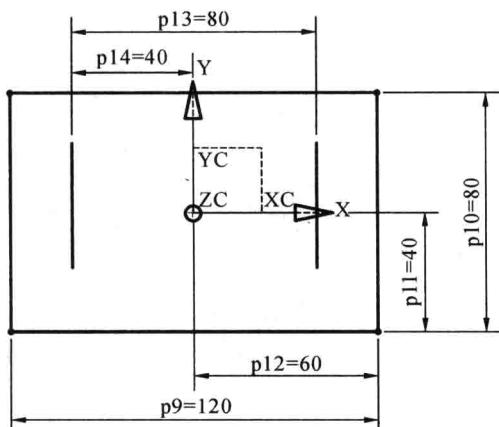

图 1-8 绘制两条直线
(5) 单击“草图”工具栏中的“直线”按钮，绘制两条竖直的直线，然后单击“草图”工具栏中的“自动判断的尺寸”，对其进行尺寸标注，如图 1-8 所示。